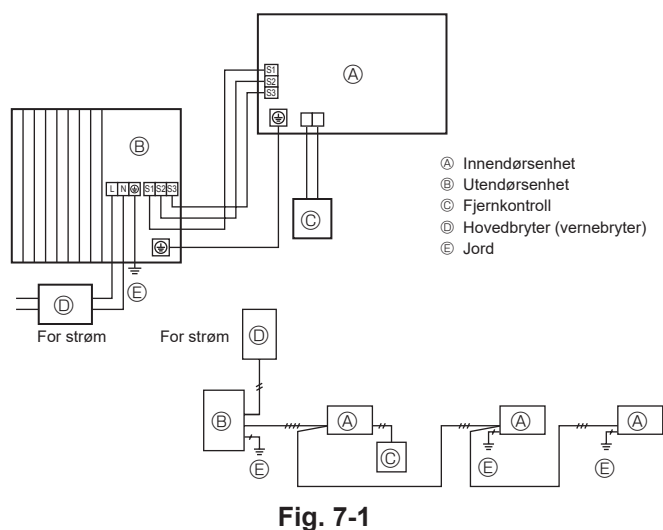
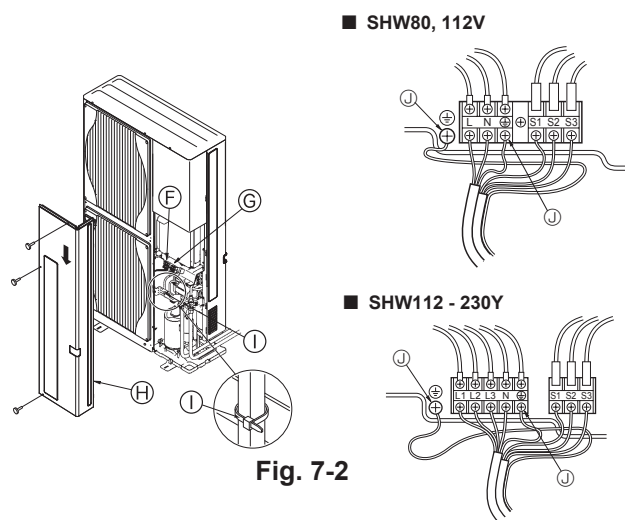

Fig. 7-1
Fig. 7-2
7.1. Utendørsenhet (Fig. 7-1, Fig. 7-2)
① Fjern servicepanelet.
② Kople til kablene med henvisning til Fig. 7-1 og Fig. 7-2.